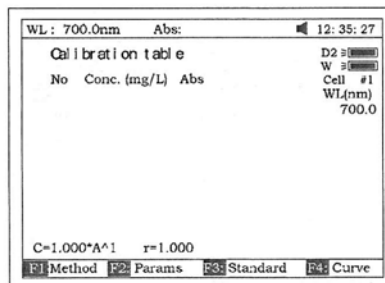
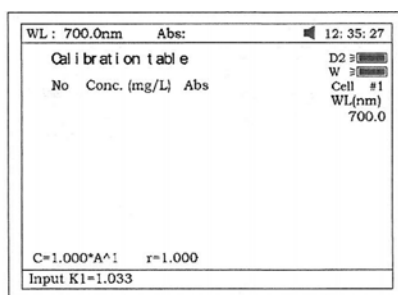
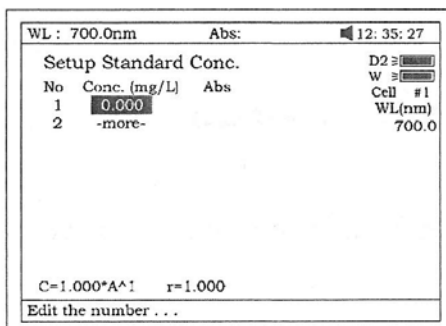

Fig 29
Fig 29A
Fig 30
- Presione [F2] en la Fig 26 para más opciones a seleccionar (Fig 29).
- Presione **[F1]** en la Fig 29 para seleccionar el método de ajuste. Hay cuatro métodos para escoger: Ajuste lineal, Ajuste lineal por el cero, Ajuste de cuadrados y Ajuste cúbico.
- Presione **[F2]** en la Fig 29 para ingresar directamente una curva estándar conocida, Fig 29A.
- Presione **[F3]** en la Fig 29 para establecer una curva estándar midiendo un grupo de muestras estándares. Vea la Fig 30.
- b) Curva estándar conocida, que no está salvada en el instrumento. Vea la Fig 29 en la página 17 e ingrese directamente una curva estándar conocida.